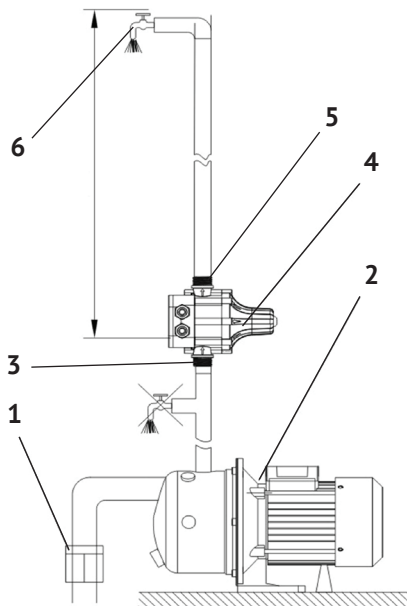

рис. 3
3.1 Установите насос на ровной горизонтальной поверхности, как можно ближе к месту забора воды (резервуар, колодец, скважина и т.п.). Смонтируйте всасывающую магистраль, установив на неё фильтр и обратный клапан (рис.3 поз.1).
Установите блок в вертикальном положении в любой точке, расположенной между выходным патрубком насоса (рис.3 поз.2) и первой точкой водоразбора (крана). Рекомендуется (для удобства монтажа/демонтажа блока) выходной патрубок БАУ и напорный трубопровод соединить короткой трубой (шлангом). Удостоверьтесь в полной герметичности гидравлических соединений.